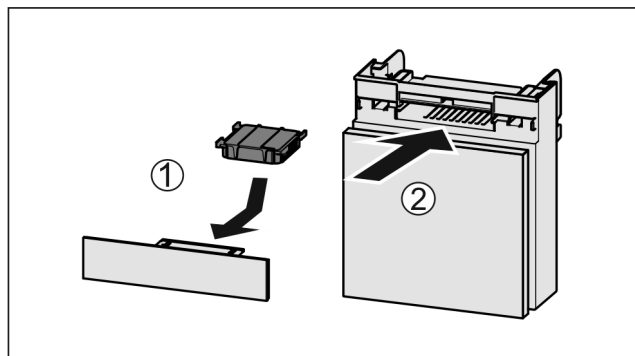

Fig. 200
- Anbring aktivkulfilteret som vis på billedet Fig. 200 (1).
- Skub rummet ind Fig. 200 (2).